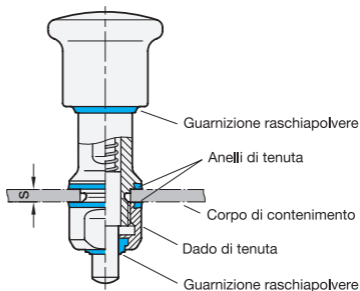

Figura 1
- È necessario assicurarsi che il perno di arresto venga utilizzato solo in combinazione con l'anello di tenuta fornito in dotazione. La guarnizione ha forma conica. È pertanto necessario fare attenzione alla corretta posizione di montaggio (Figura 1).
- Per consentire una corretta tenuta prestare attenzione alla lunghezza di serraggio  $s$  (Figura 1).
- Rispettando la posizione di montaggio indicata in figura 1 è possibile garantire un drenaggio autonomo dei liquidi.
- Le guarnizioni difettose devono essere sostituite (Figura 1). Utilizzare esclusivamente guarnizioni speciali di misura adeguata (GN 7600).
Il raschiatore (Figura 1) non può essere sostituito. Pertanto, il perno di arresto deve essere sostituito se il raschiatore è danneggiato, incrinato o infragilito.